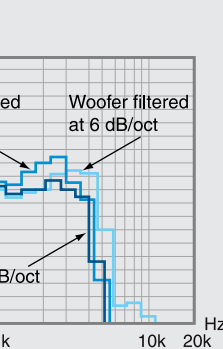

Fig. 16
**Fig. 16:** risposta in frequenza del woofer filtrato con differenti pendenze alla medesima frequenza; la linea azzurra (filtro 12 dB/Oct) mette in evidenza una ondulazione pronunciata intorno ai 2700Hz; smorzando la risonanza del filtro con una resistenza in serie al condensatore si riesce a ottenere un ginocchio della curva di attenuazione più dolce e preciso, con una ottima linearità in tutta la gamma media. Malgrado la differenza visualizzata nel grafico della risposta in frequenza possa sembrare di modesta entità va sottolineata una forte influenza di questo particolare nel suono del sistema. Una curva acustica maggiormente smorzata tende ad essere più precisa anche nella risposta all'impulso, con un decadimento temporale più omogeneo a tutto vantaggio della precisione nella riproduzione dei transienti.